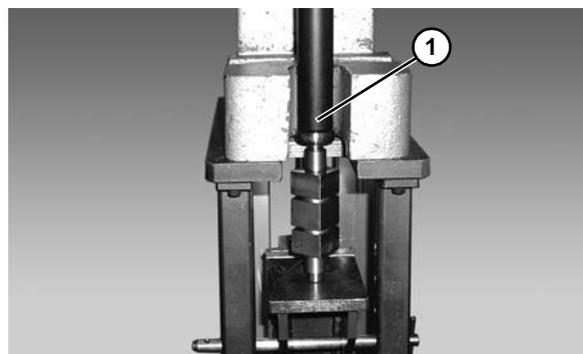

Figure 57
4. Pousser, en pressant, un nouveau roulement sur le rouleau d'entraînement en utilisant l'outil 450293 (**Figure 57, élément 1**).